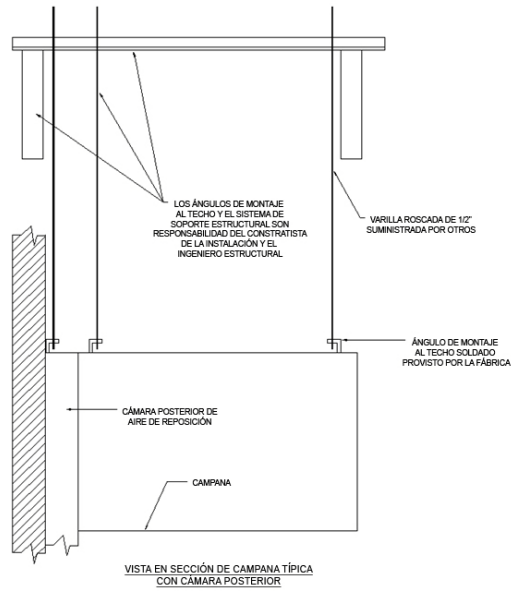

Figura 7
6. Esta cámara se cuelga normalmente de tal manera que el borde superior quede a la misma altura que el borde superior de la campana. **Vea la figura 7.** Consulte el paso 2 de las instrucciones de *Instalación de una Sola Campana* para determinar las alturas a las que se deben colgar la campana y la cámara posterior.